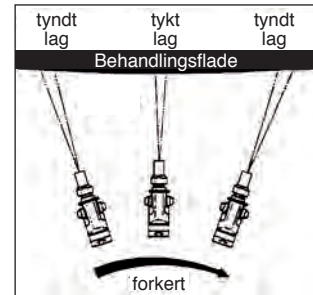

Fig. 38: Vift ikke!
- Sørg for en jævn hastighed og før sprøjtepistolen parallelt med den flade, der skal behandles. Vifter man med sprøjtepistolen medfører det en ujævn coating (se Fig. 38).